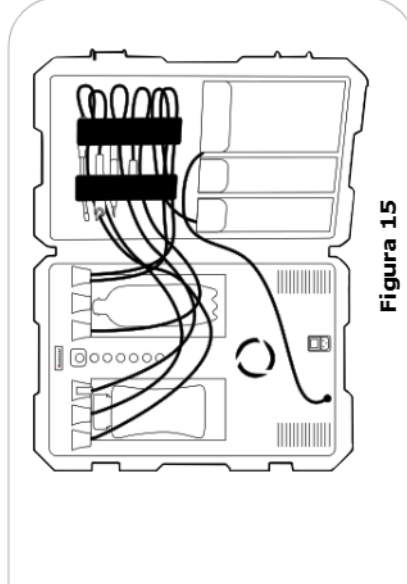

Figura 15
- Organize os acessórios e mangueiras para realizar o fechamento correto da porta da unidade (Figura 15).